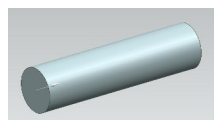

Рис.24
- Предварительно вы уже должны иметь модель некоей цилиндрической поверхности (рис.24).